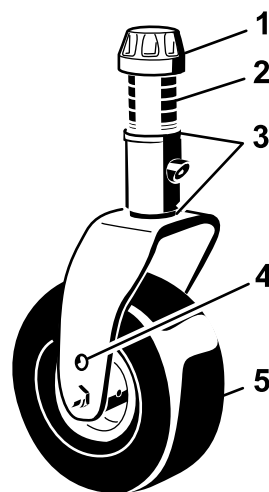
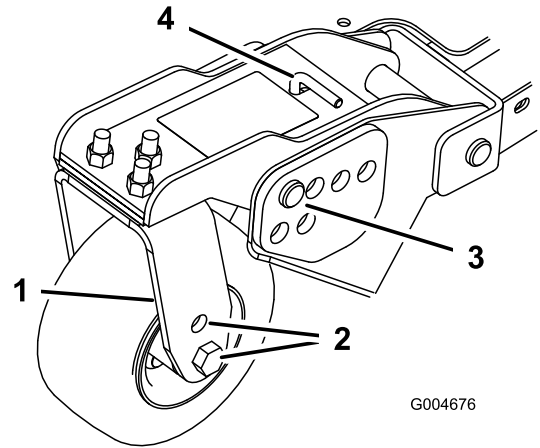
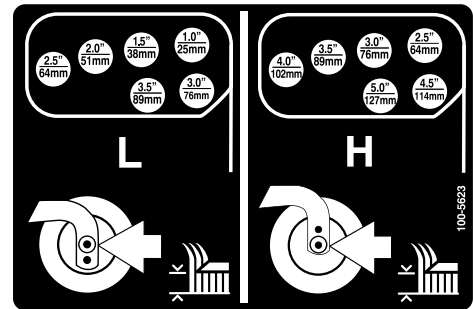

Figura 21
Figura 23
Figura 24
1. Coloque los ejes de las ruedas giratorias en el mismo orificio en todas las horquillas (Figura 21 y Figura 23).
2. Retire el casquillo tensor del husillo y deslice el husillo fuera del brazo de la rueda giratoria (Figura 21).
5. Retire la chaveta y los pasadores de los brazos de pivote de las ruedas giratorias (Figura 23).
6. Gire la varilla tensora para elevar o bajar el brazo de pivote hasta que los orificios estén alineados con los orificios seleccionados del soporte de ajuste de la altura de corte en el bastidor de la carcasa de corte (Figura 23 y Figura 24).